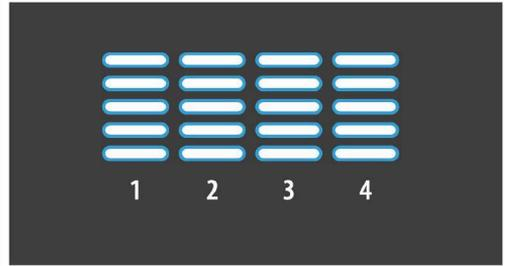

Abb. 1
Auf dieser Anzeige (Abb. 1) erkennen Sie, wann Sie ihre Filter bzw. Membran wechseln sollten.
3. Schalten Sie die Anlage wieder ein und halten Sie anschließend die Select-Taste für kurze Zeit gedrückt. Sie springen nun automatisch in den Bereich des Filterstands (Abb. 1). Durch ein-faches Drücken der Select-Taste können Sie außerdem zwischen den einzelnen Filtern wählen.